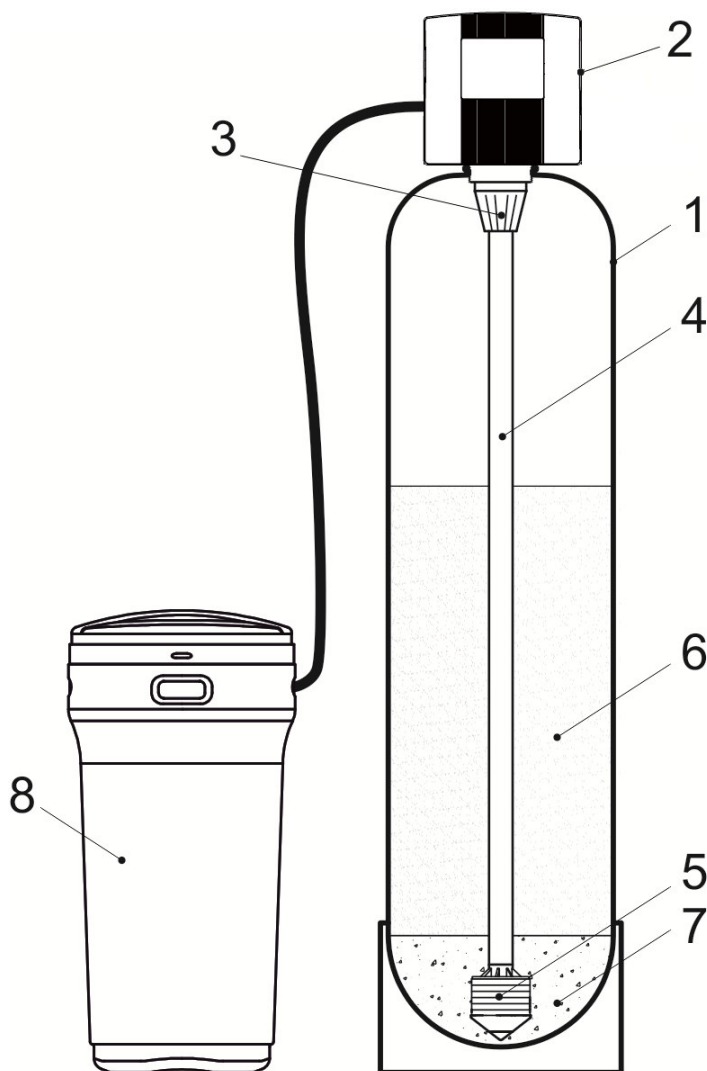

Рис.1
(см. Рисунок 1) состоят из:
9.5 Установите в корпус фильтра (1) (см. Рисунок 1) вертикальный коллектор (4).